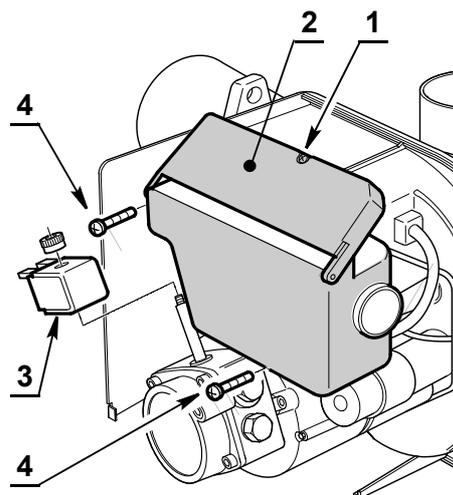

Fig. 14
- svitare la vite 1)(Fig. 14) e aprire la protezione 2).